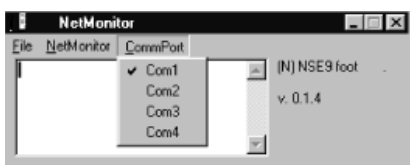
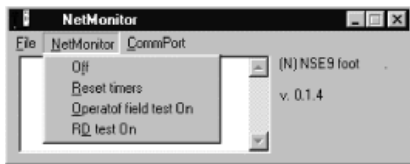

рис. 7
рис. 8
**Программа NETMONITOR** отличается своей простотой. Работает через интерфейс M-BUS. Все, что Вам нужно, это выбрать COM порт, к которому подключен телефон (рис.7), а затем включить NETMONITOR через пункты меню Operator field test On (19 пунктов) и RD test On (все пункты) (рис.8).